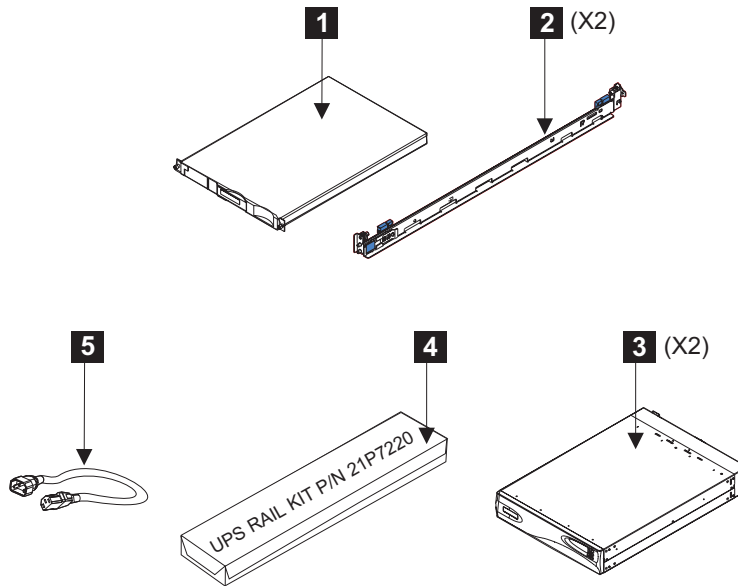

図 18. ラックに取り付ける品目
1. 20 ページの図 18 に示す品物について、パーツと数量をすべて検査する。不足している品目があれば、営業担当員に連絡してください。